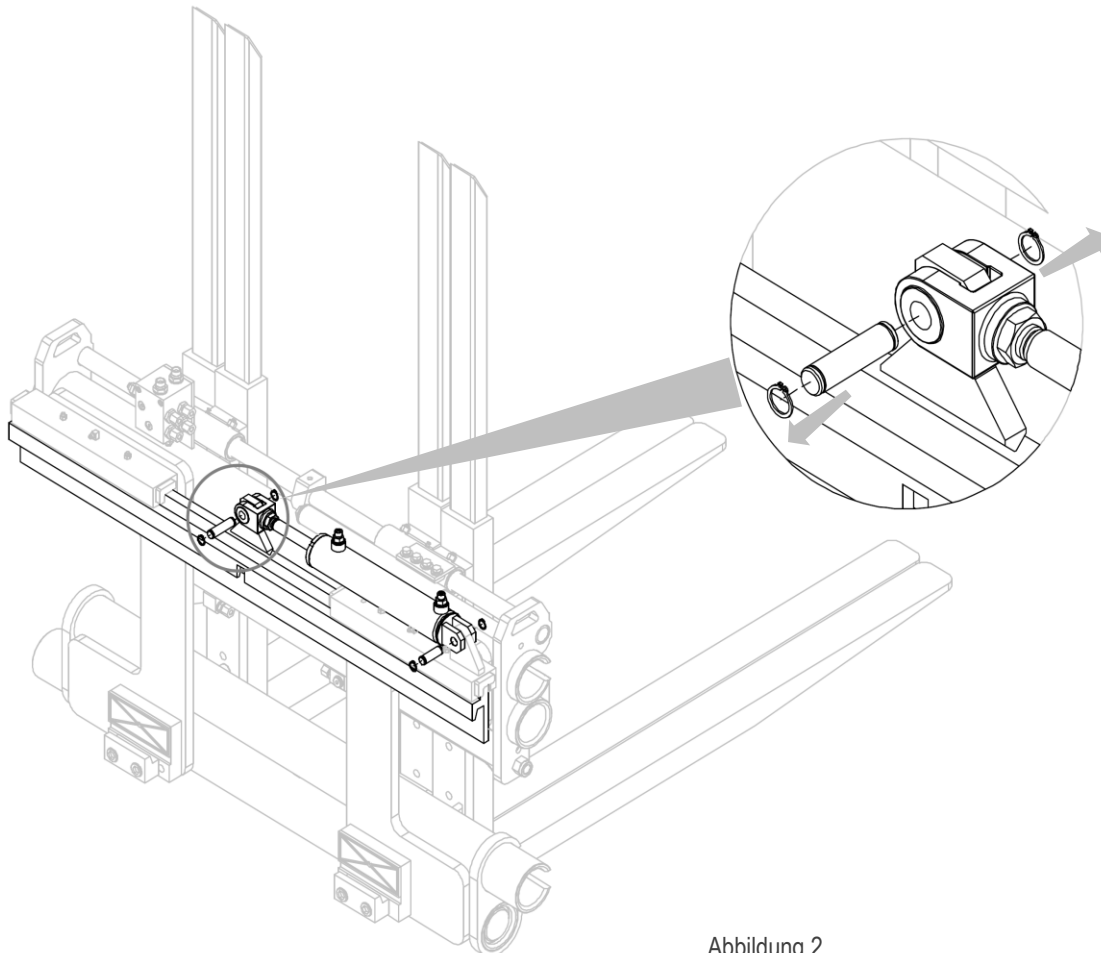

Abbildung 2
5. Entfernen Sie die beiden Bolzen zusammen mit den Gummiringen, mit denen der Zylinder für die halbintegrierte seitliche Verschiebung festgestellt ist (*Abbildung 2*).